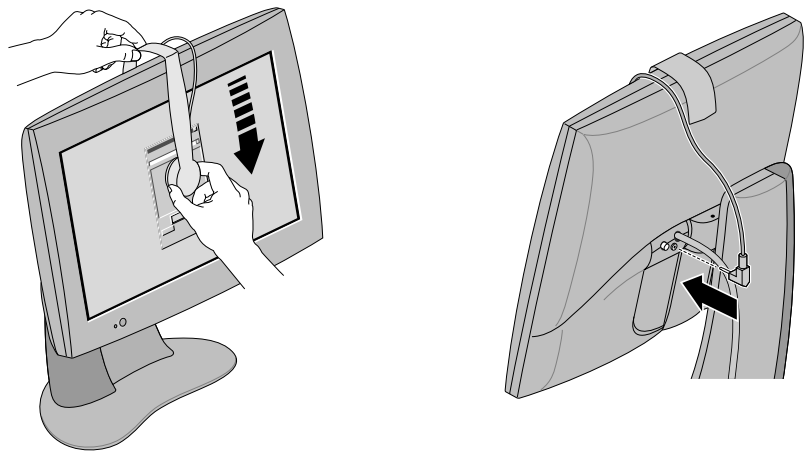

Figura 1-7 Alineación y conexión del sensor
2. Utilizando ambas manos, cuelgue el sensor sobre la parte superior del monitor y sujételo en el extremo del marco, como se muestra en la Figura 1-7. Tenga cuidado de no rayar la pantalla plana.